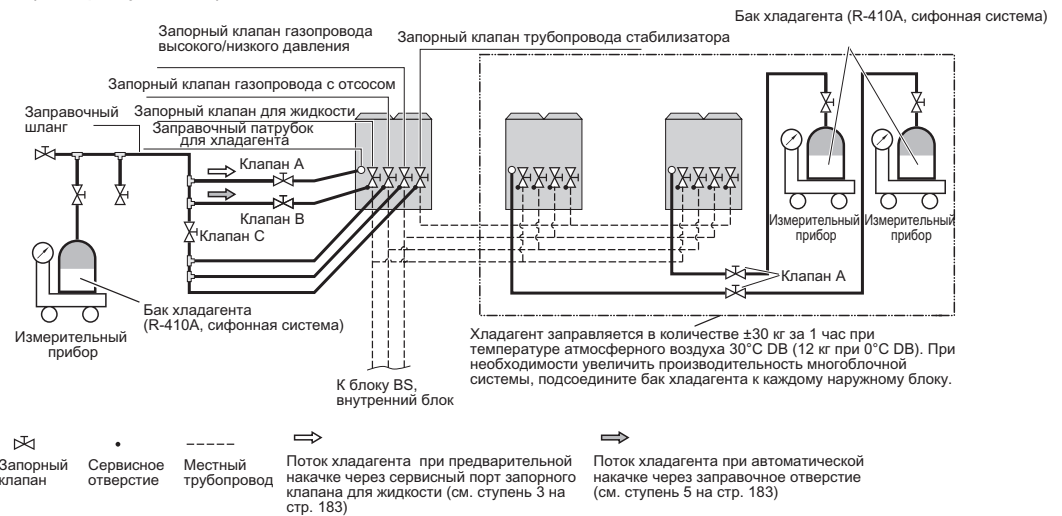

рисунок 24
3. Откройте клапан В (клапаны А и С, запорные клапаны трубопровода для жидкости, трубопровода всасываемого газа и газопровода высокого и низкого давления, трубопровода стабилизатора должны быть закрыты) и заправьте хладагент в жидкой форме через сервисное отверстие запорного клапана трубопровода для жидкости. (См. рисунок 24)
5. После производства предварительной заправки произведите заправку хладагента, как указано ниже, и добавьте оставшийся хладагент через клапан А (см. рисунок 24)
При необходимости увеличить производительность многоблочной системы, подсоедините баки хладагента к каждому наружному блоку, см. рис. 24.